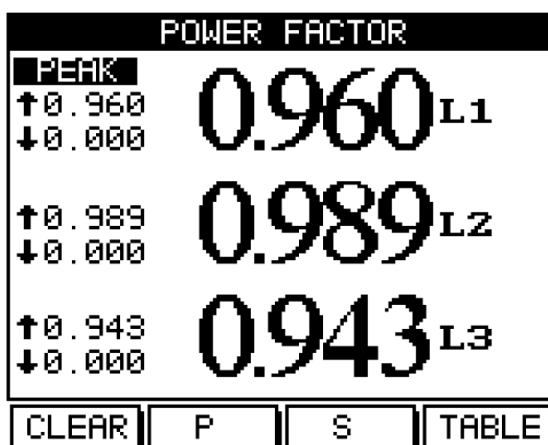

Рис. 5.8
4. Нажмите **PF** («F4»). На дисплее появится экран значений коэффициента мощности (рис. 5.8):